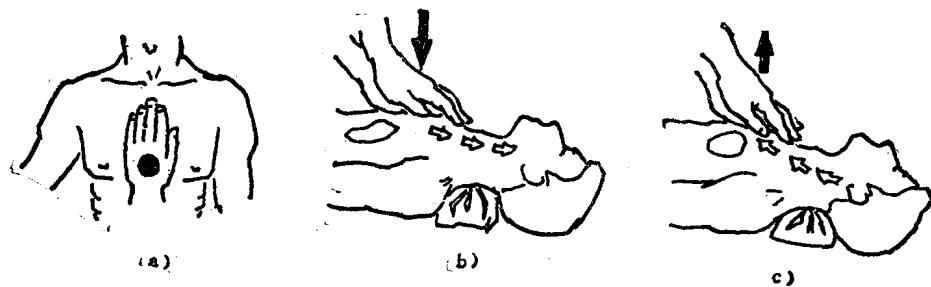

图2-7 胸外心脏挤压法
2. 胸外心脏挤压法 当触电者有呼吸而无心跳时，应采用胸外心脏挤压法，如图2-7所示。触电者的姿势与人工呼吸法相同，救护者位于触电者的腰侧，两手相叠，用掌根置于触电者胸骨的 $1/3$ 部位，手掌中指尖置于其颈部凹陷处，然后用掌根向下按压